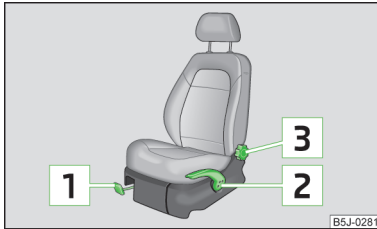

Abb. 52
- Den Hebel **1** » Abb. 52 nach oben ziehen und dabei den Sitz in die gewünschte Position schieben.
- Möchte man den Sitz anheben, den Hebel **2** » Abb. 52 nach oben ziehen bzw. pumpen.
- Die Sitzlehne entlasten (sich nicht anlehnen) und das Handrad **3** » Abb. 52 drehen, um die gewünschte Lehnenneigung einzustellen.